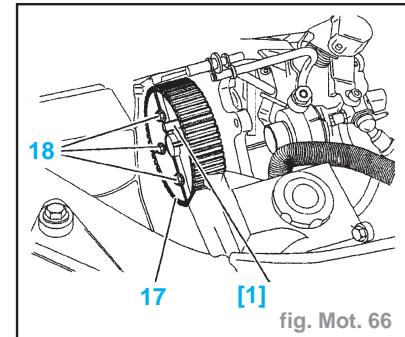

fig. Mot. 66
- Serrer l'écrou (16) à **2,25 daN.m**.
- Reposer (fig. Mot. 66) :
- la poulie de pompe à injection (17)
- les 3 vis de fixation (18)